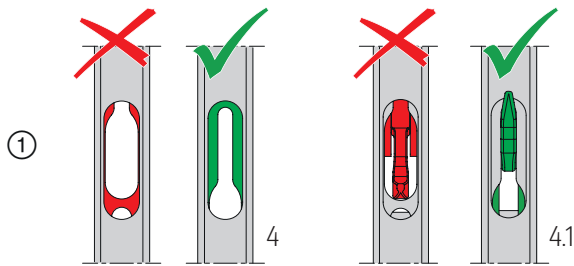

Abb. 70
**Hinweis:** Die Darstellungen zeigen die Getriebeverlängerung und das Getriebe für Bolzen, die Arbeitsschritte sind für alle Getriebearten gleich. ① Getriebe 4/4.1 in Verschlussstellung (abgesenkte Position) bringen; **Abb. 70**. ② Riegelverbindungsstück von